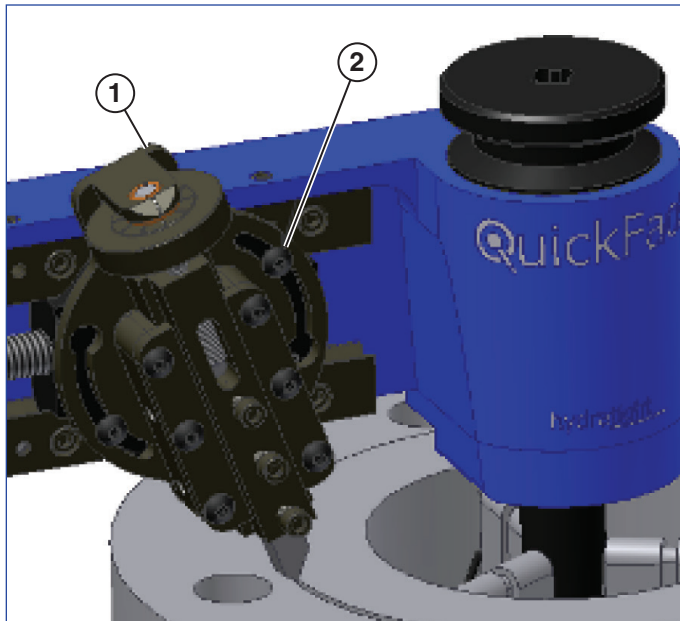

Abb. 11
2. Lösen Sie die Kreuzschlittenschrauben, um den Kreuzschlitten zu kippen. Der bevorzugte Winkel des Schlittens ist zwischen 10 und 30 Grad von der Senkrechten. Achten Sie darauf, dass der Schlitten genug gekippt ist, damit er in einem kontinuierlichen Arbeitsgang über die gesamte Fläche geht, ohne die Reichweite zu verlassen (siehe Abb. 11). QuickFace schneidet vom Außendurchmesser in Richtung Innendurchmesser.